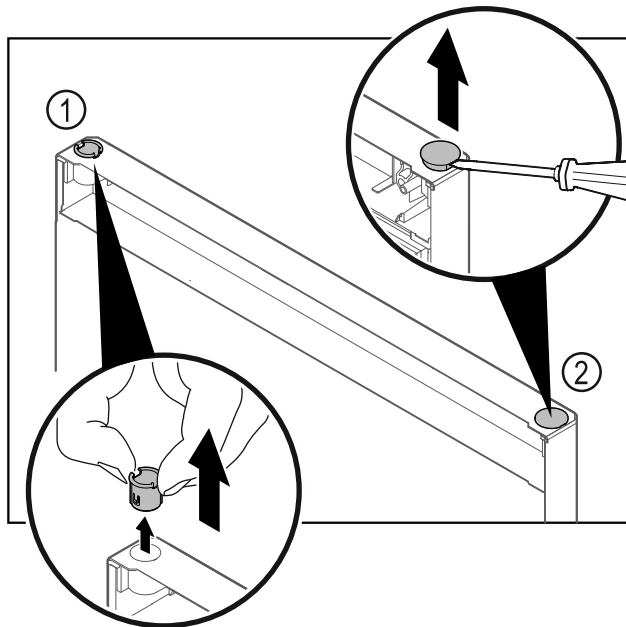

Fig. 11
- ▶ Изтеглете с пръсти втулката на пантата Fig. 11 (1).
- ▶ С плоска отвертка внимателно повдигнете покриващата тапа Fig. 11 (2) и я извадете.